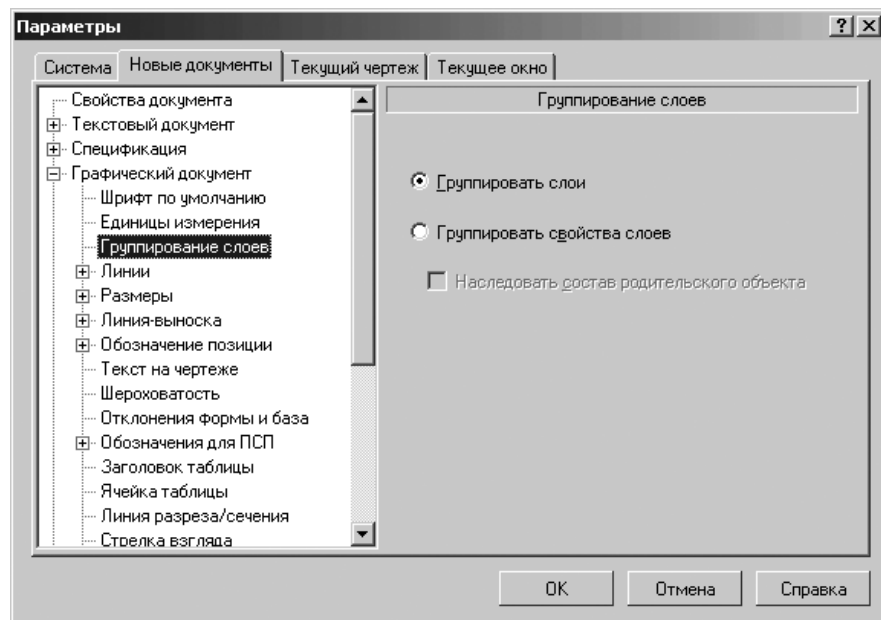

Рис. 10.20. Диалоговое окно **Параметры** с открытой вкладкой **Текущий чертеж** и панелью **Группирование слоев**
- щелкните по пункту **Группирование слоев**. В правой части появится панель **Группирование слоев** для настройки способа управления слоями в графическом документе, показанная на рис.10.20;